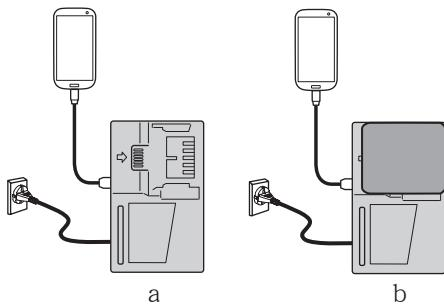

图22
- 将USB设备插入插座进行充电。(图22-a)
- 将USB设备和电池插入插座进行充电。(图22-b)